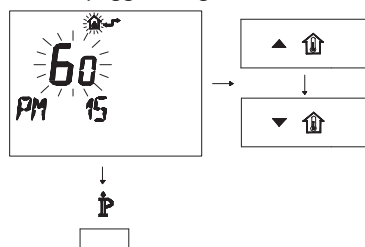

Figura 5.31
- Modificare il SET programmato agendo sui pulsanti ▲ o ▼ fino a visualizzare un **set di 60**, aspettare che il numero programmato cominci a lampeggiare (Figura 5.31)